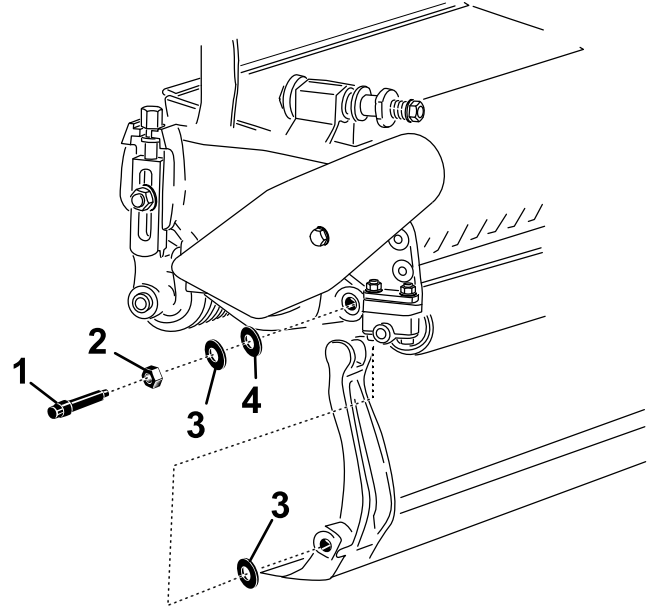

图22
取下底刀架两端的 2 个尼龙垫圈和 1 个钢垫圈（图22）。
3. 将尼龙垫圈放在侧板凸起的一侧。在两个尼龙垫圈的外侧各放一个钢垫圈（图22）。